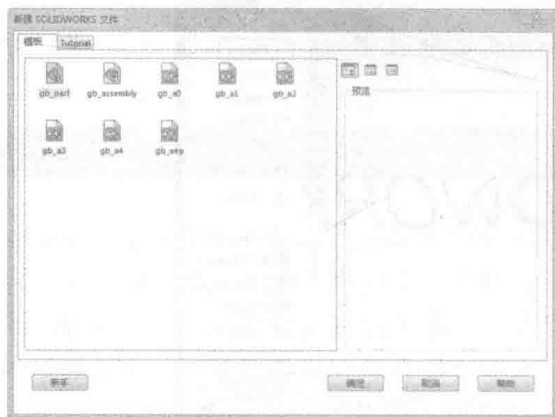

图 1-6 显示 GB 标准模板文件和 ISO 标准模板文件
- 03 若单击【新建 SOLIDWORKS 文件】对话框左下角的【高级】按钮, 可以在随后弹出的【模板】选项卡和【Tutorial】选项卡中选择 GB 标准模板或 ISO 标准模板, 如图 1-6 所示。